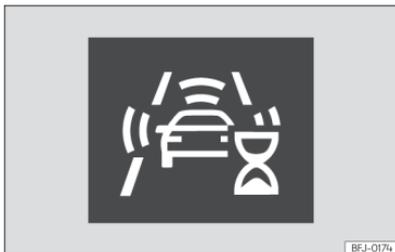

Fig. 125 No ecrã do painel de instrumentos: indicação de autocalibração inicial do sistema.
- Durante vos primeiros instantes de condução após unir a ignição, devido à autocalibração inicial do sistema. Durante esse período mostra-se um ícone de estado »» **Fig. 125.**